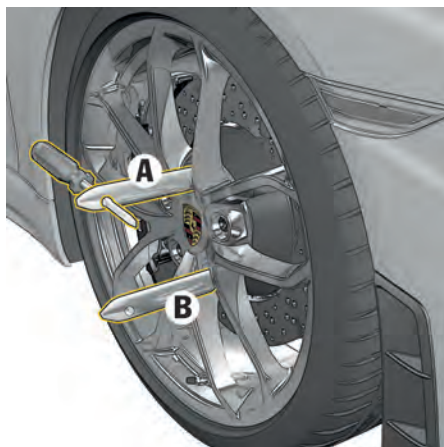

Fig. 159 : Auxiliaire de montage
1. Pour les véhicules sans PCCB : retirez la vis de roue **A** (fig. 159).
Véhicules avec PCCB : retirez les vis de roue **A** et **B** (fig. 159).
2. Vissez des auxiliaires de montage à la place des vis de roue (fig. 159).